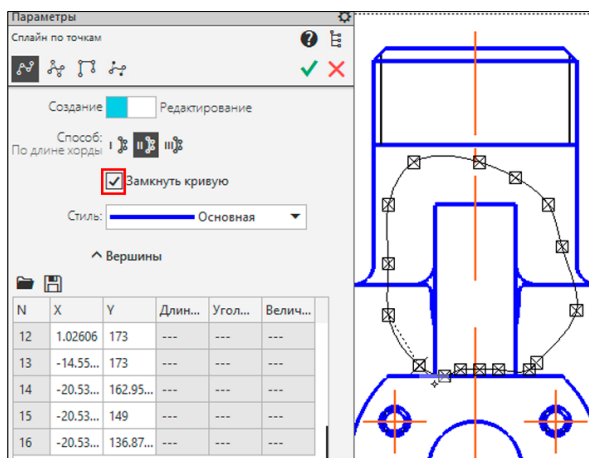

Рис. 123
2.3.2. Вызовите команду *Сплайн по точкам* из панели инструментов *Геометрия* (предварительно развернув последнюю). Выполните по точкам кривую, как показано на рис. 123. Включите опцию *Замкнуть кривую*.